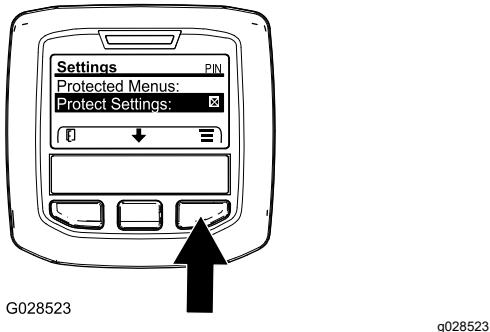

Figura 47
- Aceda ao menu protegido e desbloqueie o submenu de definições protegidas (Figura 47); consulte Acesso aos menus protegidos \(página 30\).